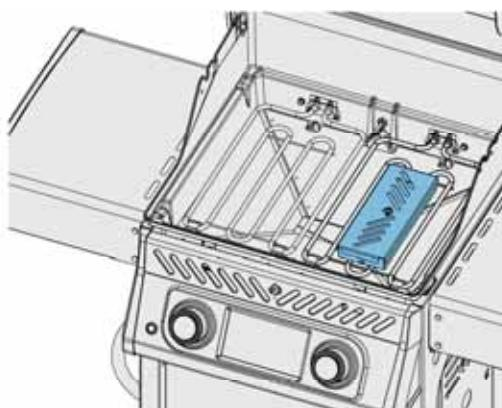

Fig. 6
- Retirez la boîte à fumer (si utilisée) et lavez-la à l'eau tiède savonneuse. (Fig. 6)